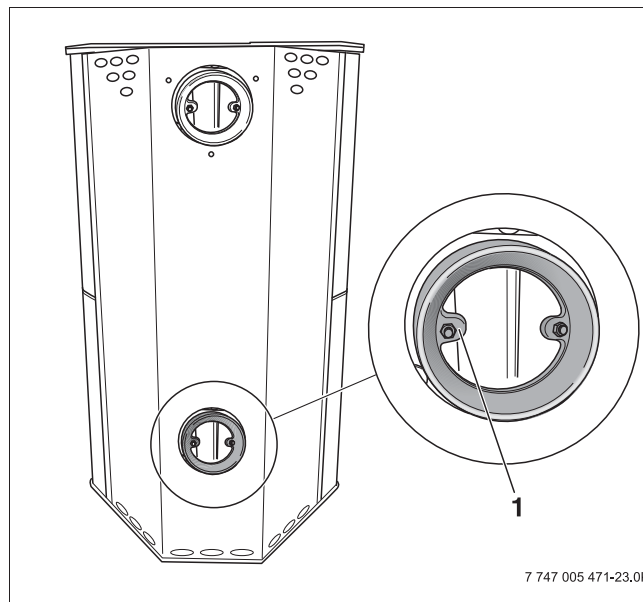

Рис. 13 Заднее подключение – патрубок подачи воздуха для горения
- ▶ Демонтируйте патрубок воздуха для горения с заднего подключения (→ рис. 13 [1]).